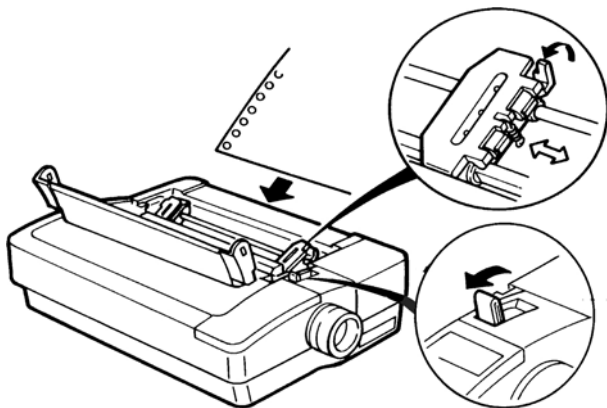

图 3-5 调节拖纸器
3. 松开拖纸器上的锁扣，调整拖纸器的位置，使其接近打印纸的宽度，见图 3-5。